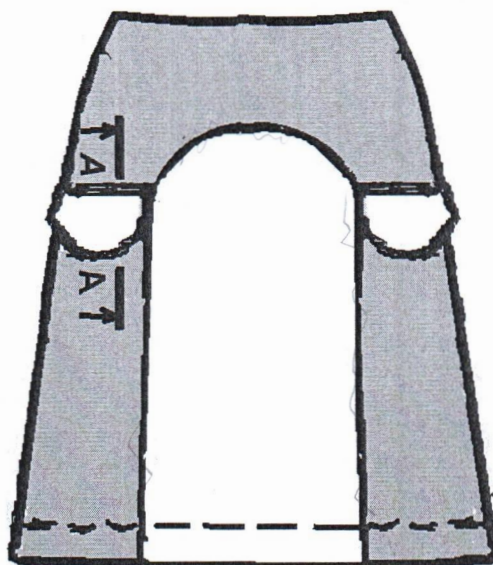

Рисунок 1 – Фрагмент платья. Переднее полотнище юбки
Второй этап: Моделирование фрагмента заданной модели **«Переднее полотнище юбки (ППЮ)»** женского платья (стр. 7, рис. 1) в натуральную величину и изготовление лекал
Третий этап: Изготовление (пошив) образца фрагмента заданной модели (стр. 7, рис. 1) женского платья.
1) Внешний вид фрагмента заданного изделия должен полностью соответствовать техническому рисунку модели и художественно-техническому описанию (стр. 3, табл.1), рисунку фрагмента (стр. 7, рис. 1) и техническим требованиям в п.п.2.2 (при их наличии).